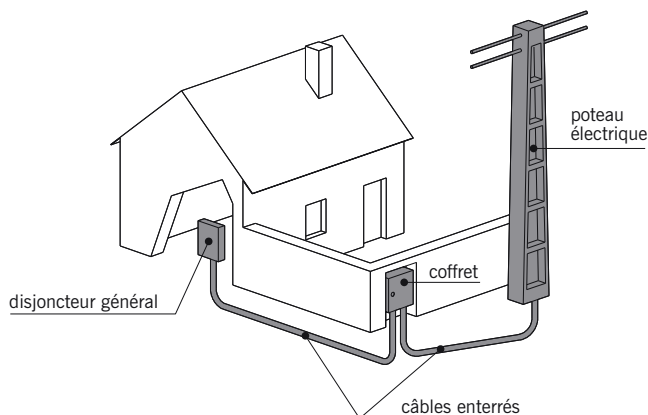

fig. 16.2
- **Aéro-souterrain** avec le câble de liaison fixé le long du poteau et enterré jusqu'au *coffret de branchement* (fig. 16.2).